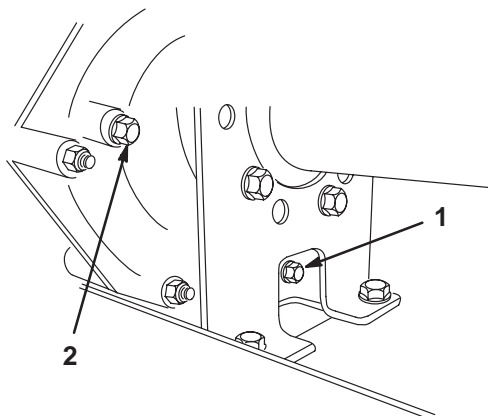
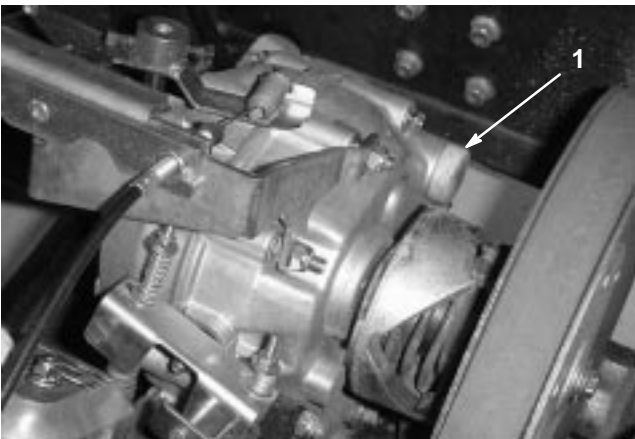

Figure 34
Figure 35
- 2. Enlevez le bouchon de vidange sur le côté droit du réservoir (Fig. 34) et laissez l'huile s'écouler dans un bac de vidange. Revissez le bouchon de vidange en place lorsque toute l'huile s'est écoulée.
- 3. Versez environ 1,4 l d'huile moteur SAE 10W30 dans le réservoir (Fig. 35), ou faites l'appoint jusqu'à ce que le niveau d'huile atteigne le bas du trou indicateur de niveau (Fig. 34).